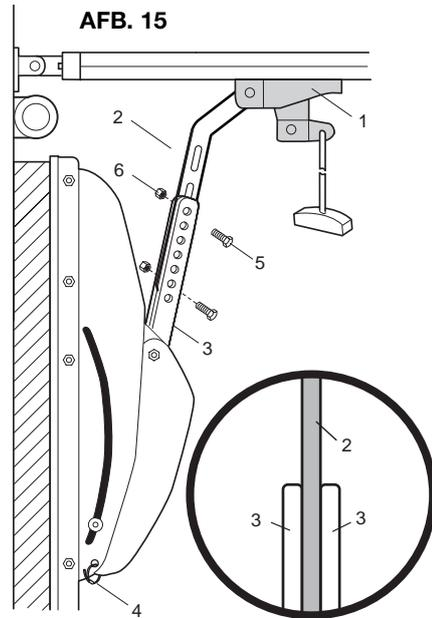

AFB. 14
- Met de deur volledig gesloten schuift u de buitenslede (met de armverlenging daaraan bevestigd) tegen de deurarm aan. *Zet de armverlenging in een rechte lijn en steek hem in de sleuf in de deurarm, Afbeelding 14.*